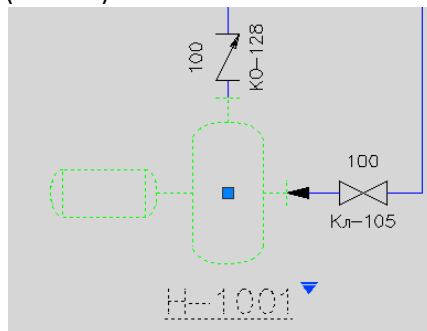

Рис. 22
- при перемещении оборудования за ним автоматически «следуют» линии. Убедитесь в этом, передвинув насос **Н-1001** влево. Для этого щелкните на насосе левой кнопкой мыши и, «ухватившись» за «ручку» в виде синего квадрата, передвиньте насос влево (Рис. 22).